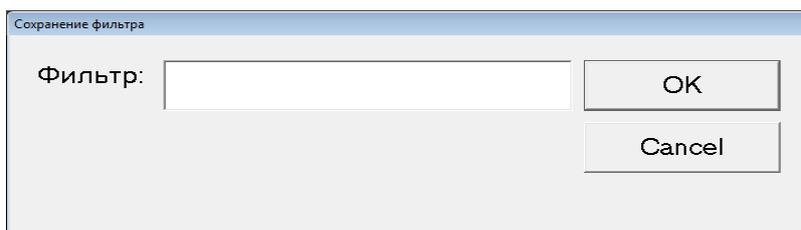

Рисунок 3.14: Окно «Сохранение фильтра»
6. В открывшемся окне **Сохранение фильтра** (рисунок 3.14) введите название нового фильтра и нажмите **ОК**.